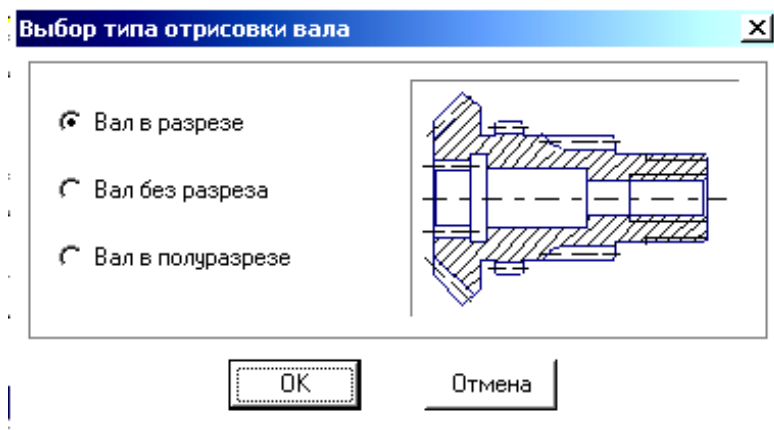

Рисунок 2.8 — Окно "Выбор типа отрисовки вала"
2) В окне менеджер библиотек выбрать режим "Построение вала" (рисунок 2.8).
4) В открывшемся окне "Выбор типа отрисовки вала" (рисунок 2.8) укажите, с каким типом отрисовки вы будете работать, и нажмите кнопку ОК.